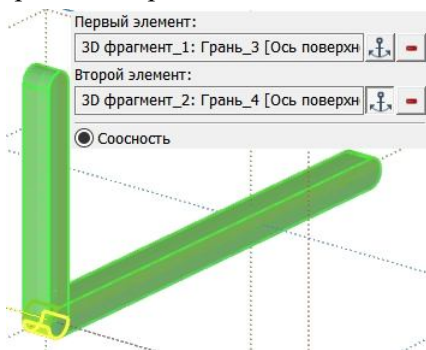

Рис. 1.8 – Создание сопряжения «соосность» для стержней
1.9.5 Затем переключите флаг на опцию «соосность». Выберите полукруглые грани стержней AD и DC, как показано на рис. 1.8. Завершите создание сопряжения . Обратите внимание, что когда флаг стоит на опции «соосность», выбираются только концентрические грани.